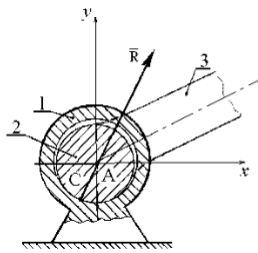

Рис. 1.14
**Неподвижный цилиндрический шарнир или подшипник (шарнирно-неподвижная опора).** Цилиндрическим шарниром (рис. 1.14) называется совокупность неподвижной обоймы (втулки) 1 и помещенного в нее валика (пальца) 2, жестко соединенного с телом 3. В точке  $C$  соприкосновения втулки с валиком возникает сила опорной реакции, направленная